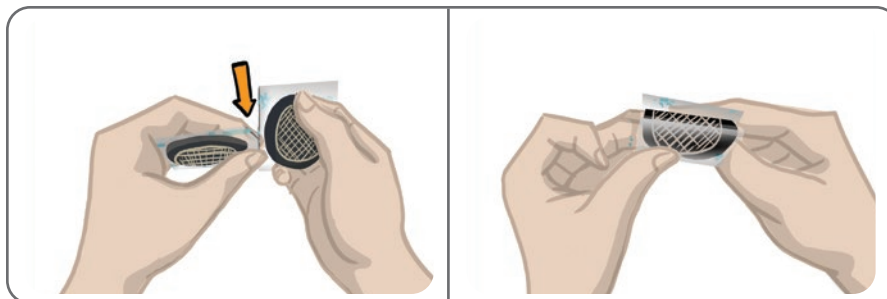

Figura 8-2: Separarea electrozilor cu hidrogel și desfacerea foliei din două componente
2. Separați cei doi electrozi cu hidrogel noi de-a lungul perforației. Consultați Figura 8-2.
3. Desfaceți folia din două componente de pe fiecare electrod nou și aruncați-o. Consultați Figura 8-2.